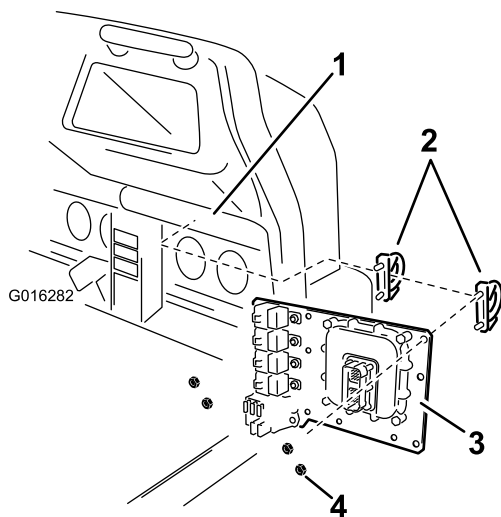

Figura 15
B. **Para o sistema de pulverização Workman 200:** Instale a placa de montagem utilizando 2 cavilhas em U e 2 porcas (5/16 polegada) como se mostra em Figura 15.